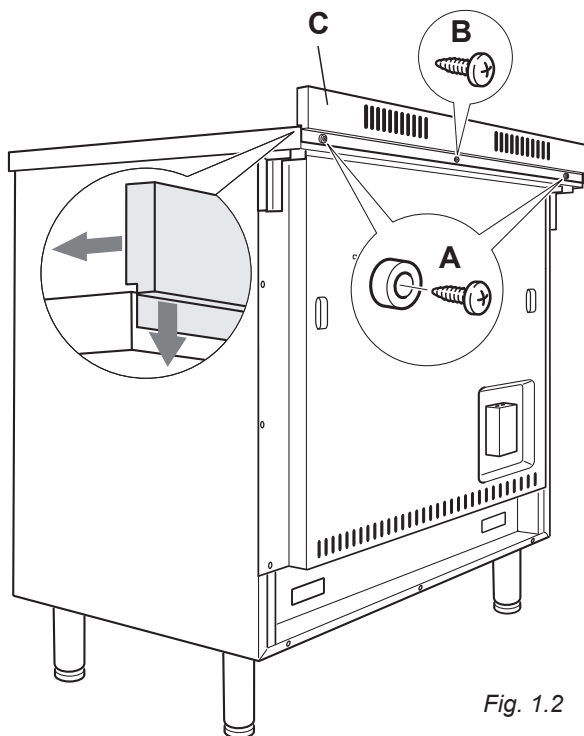

Fig. 1.2
Avant d'installer la cuisinière, assembler la protection arrière "C" (fig. 1.2).
- Enlever les entretoises "A" (fig. 1.2) en devissant la vis de fixation.